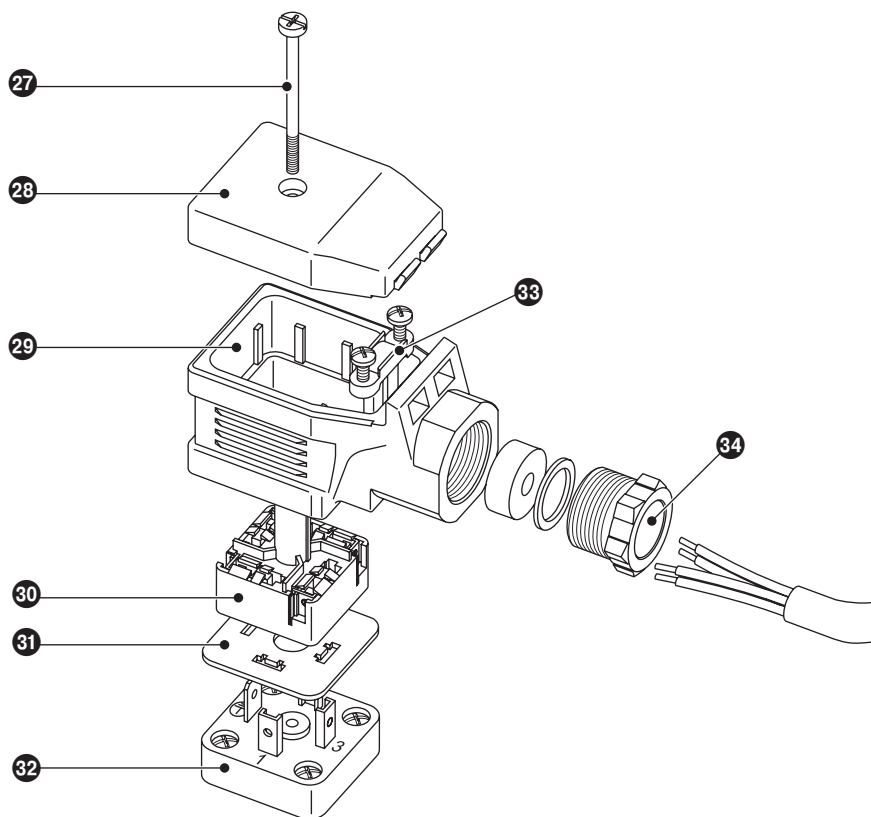

图 22
1. 松开螺栓 27。图 22
1. 松开螺栓 ⑳。图 22